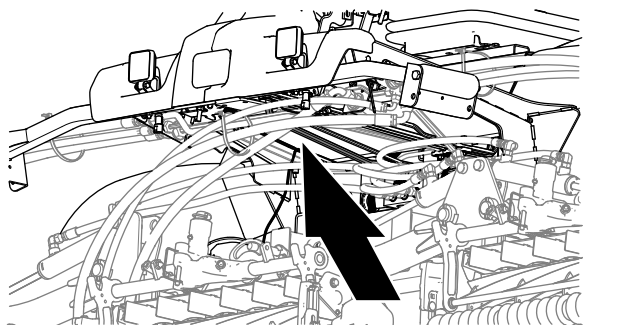
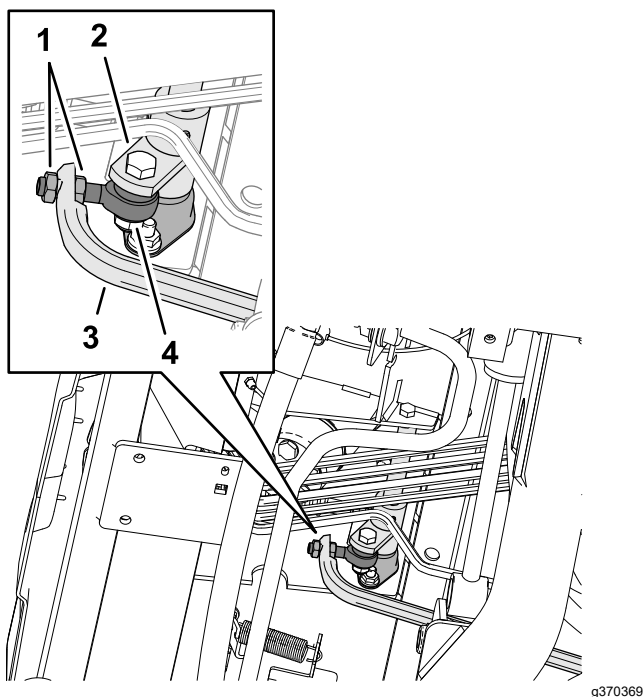

Figura 104
Figura 105
5. Ajuste las contratueras de la rótula para desplazar la varilla de tracción hacia adelante, con objeto de eliminar el movimiento de la máquina hacia adelante, o hacia atrás para eliminar el movimiento hacia atrás (Figura 104 y Figura 105).